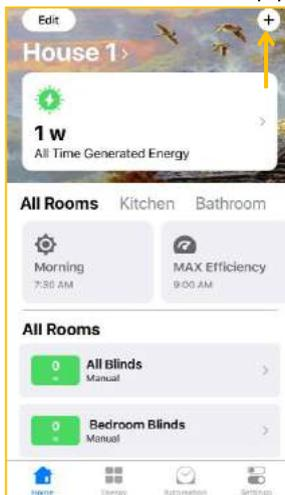

Abbildung 16
10.5.1 Auf das Zeichen + oben rechts tippen, um die Bedienung zu beginnen (Abb. 16).